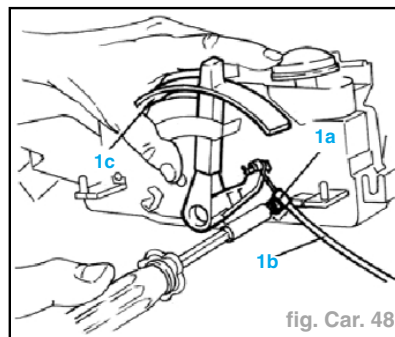

fig. Car. 48
- Dévisser la vis de fixation de la retenue (1a) et détacher le câble flexible (1b) de l'ensemble de leviers de commande du volet de prise d'air extérieur (1c) (fig. Car. 48).